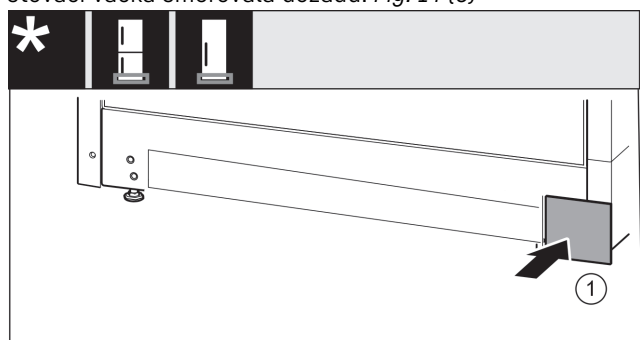

Fig. 15
- Kryt opět nasadte na druhé straně. Fig. 15 (1)